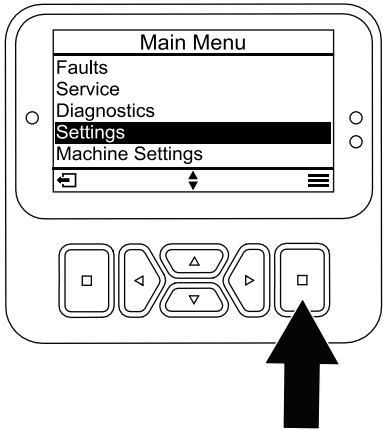

Figura 20
1. En MENÚ PRINCIPAL, vaya al menú AJUSTES y pulse el botón Seleccionar (Figura 20).